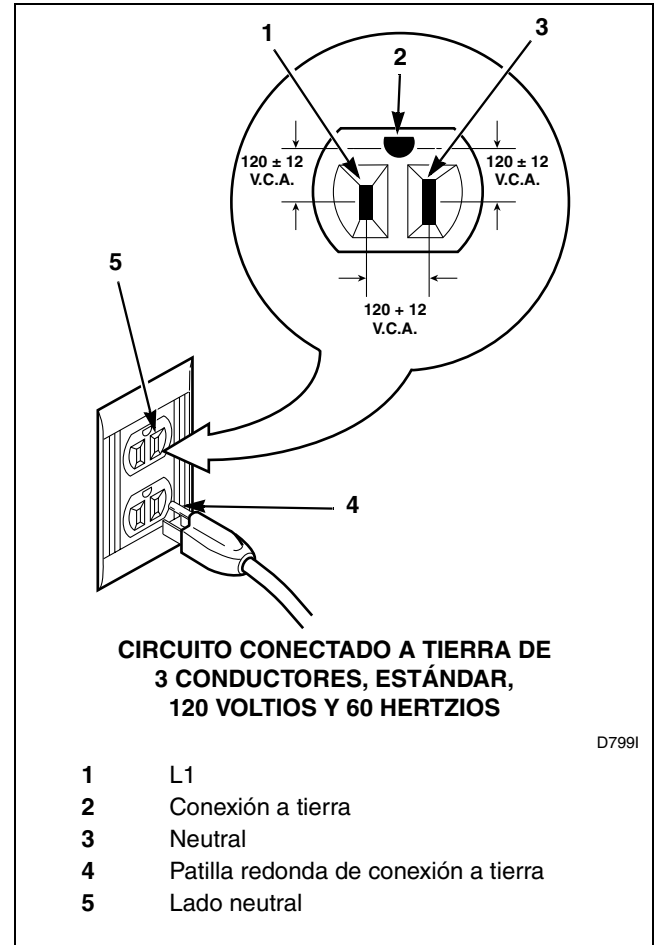

Figura 22
- La secadora está diseñada para ser conectada en una ramal independiente, polarizada, de tres conductores, conectada a tierra, de 120 Voltios, 60 Hertzios, circuito de corriente alterna (CA), protegido por un **fusible de 15 Amperios**, Fusetrón (fusible de acción lenta) o interruptor de circuito.
- La clavija de conexión a tierra de tres patillas en el cable de corriente debe ser conectada directamente en un tomacorriente con conexión a tierra de tres ranuras de 120 Voltios de CA (corriente alterna) de 15 Amperios. Consulte la *Figura 22* para determinar la polaridad correcta del tomacorriente de la pared.